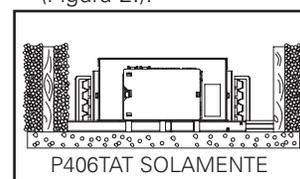

Figura 1.
- Plataforma sin circuito integrado: El alojamiento P406TAT está diseñado para una instalación en donde éste no entra en contacto con el aislamiento. El aislamiento térmico debe mantenerse alejado a una distancia por lo menos tres pulgadas (3") con respecto a las caras laterales del alojamiento, la parte superior y la caja de conexiones (Figura 1.).